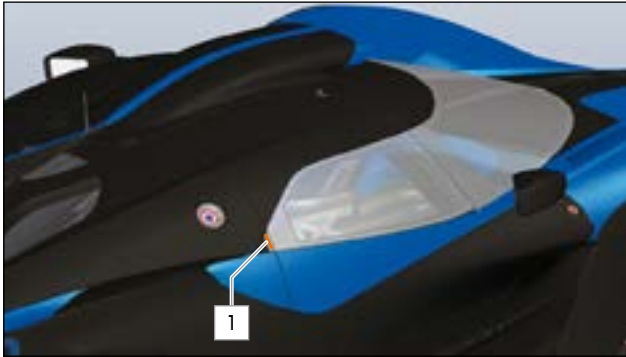

ABB.41 AUSSPARUNG HINTEN AN DER TÜR
An der hinteren Kante jeder Tür befindet sich eine Aussparung mit einem Griff (» Abb.41). Ziehen Sie an diesem, um die Tür zu öffnen.
- ▶ Griff 1 (» Abb.41) zum Öffnen der Tür ziehen.
- ▶ Schließen Sie die Tür, indem Sie diese vorsichtig mit der Hand zudrücken (» Abb.41). Schlagen Sie sie nicht zu.